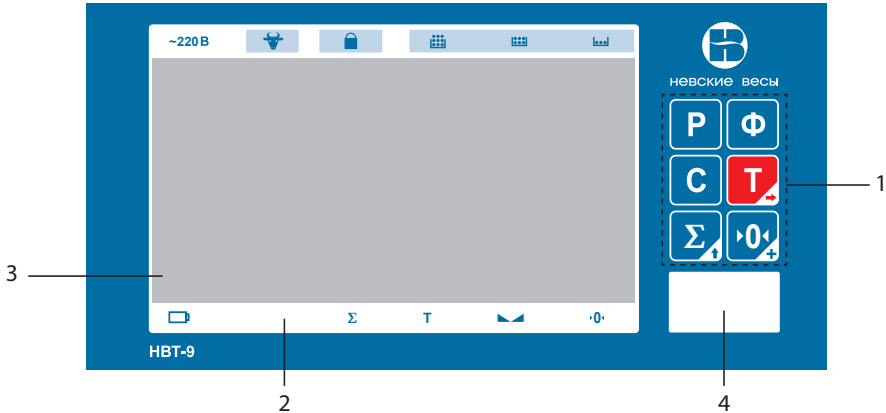

Рисунок 3. Лицевая панель индикатора.
2.1.1 Лицевая панель индикатора см. Рисунок 3.